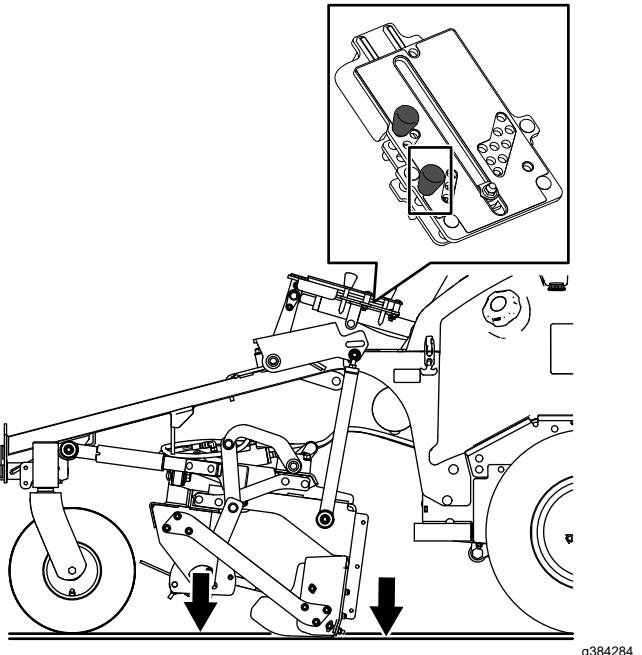

Figura 47
- Orificio de tope del apero en o por debajo del nivel del suelo (Figura 47)